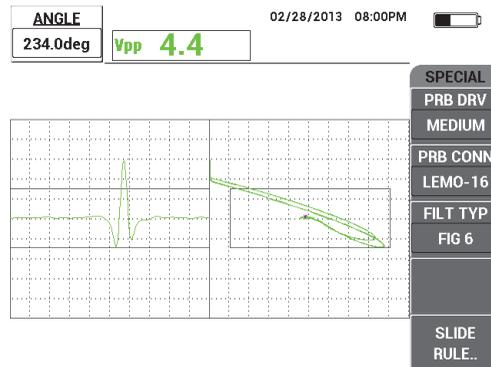

Figura 5-65 Regolazione dell'angolo del segnale
6. Premere il tasto **ANGLE** () ed in seguito regolare l'angolo di lift-off (movimento della sonda) in modo che sia il più orizzontale possibile e che i punti del segnale dell'intaglio siano crescenti (vedere Figura 5-65 a pagina 186).